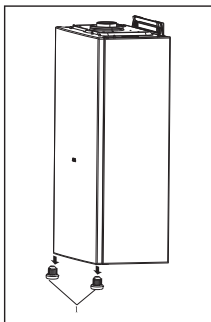

Рис. 15
- отвинтить 2 болта в нижней части панели управления (поз.1 рис. 15);